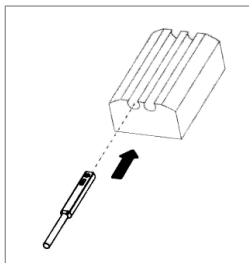
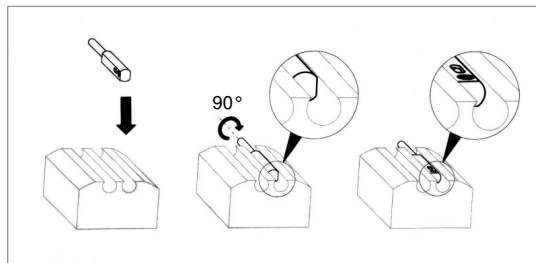

Abb. 1
Abb. 2
**Einbau:** Setzen Sie das Gerät seitlich in die dafür vorgesehene Nut ein (Abb. 1), oder montieren Sie es von oben, indem Sie das Gerät mit der schmalen Seite in die Nut legen und danach um  $90^\circ$  verdrehen, so dass die Befestigungsschraube nach oben zeigt (Abb.2).